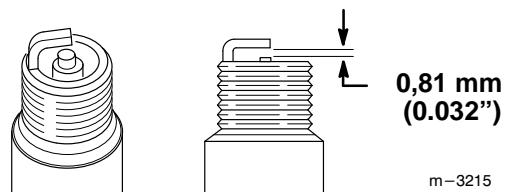

Figure 24
- Régler l'écartement des électrodes de la bougie (Fig. 24) à 0,81 mm (0.032").